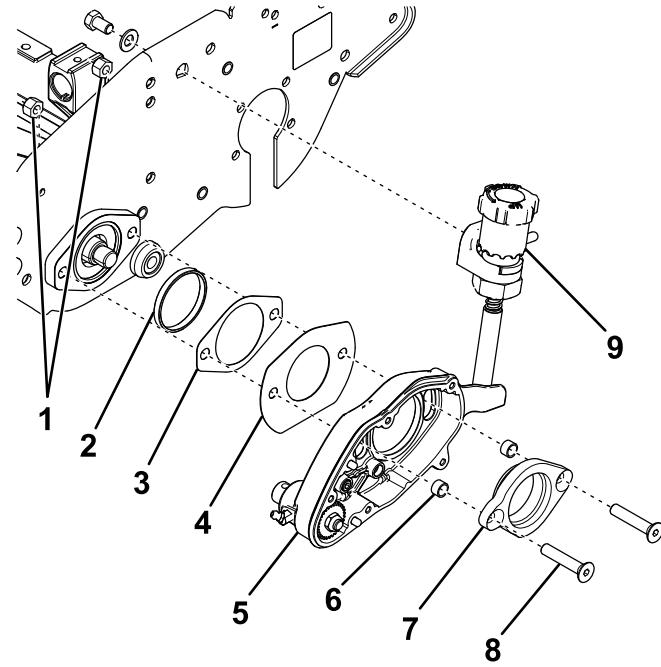

图6
2. 将适配器卡环插入侧板上的滚刀轴承壳体 图6。
3. 将2个平头螺丝插入并穿过轴承适配器并将新隔片滑到端部上 图6。
4. 将轴承适配器插入疏草刀壳体 图6。
5. 将插槽盖和新隔片滑到平头螺丝上 图6。
6. 将平头螺丝插入并穿过滚刀轴承壳体用2个锁紧螺母固定 图6。
7. 用螺栓和垫圈将调节旋钮固定到侧板上 图6。